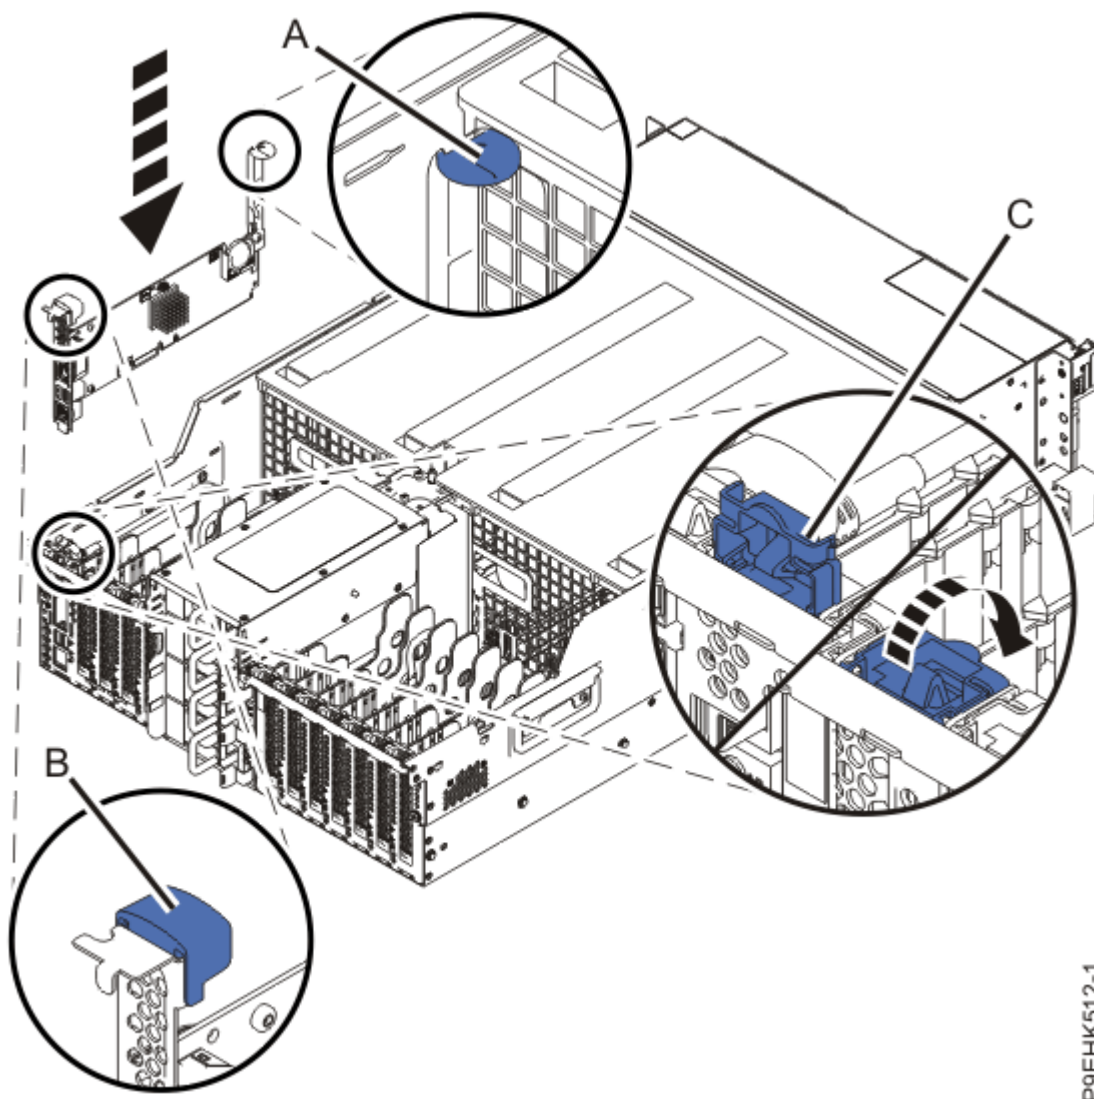

図 12. スロット P1-C1 へのサービス・プロセッサ・カードの取り付け
- a) サービス・プロセッサ・カードを PCIe の位置に合わせ、2つのブラケット **(A)** および **(B)** を使用して、まっすぐ下に押してスロットに押し込みます (15 ページの図 12 を参照)。